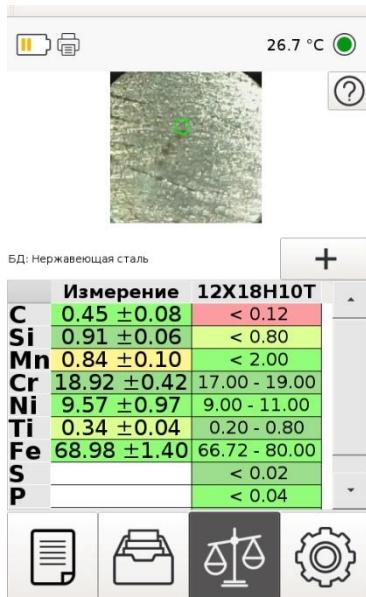

Рисунок 11 Окно измерений в режиме сравнения с маркой
- 4.4.7.5. В данном режиме в правой части таблицы концентраций химических элементов отображается состав выбранной марки материала, а в левой части фактически измеренные значения исследуемого образца (Рисунок 11).